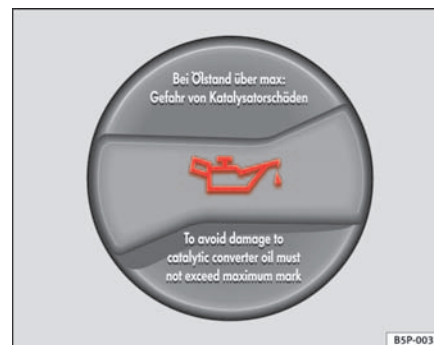

Fig. 162 Tampão da abertura de enchimento do óleo do motor no compartimento do motor
- Desenroscar o tampão do bocal de enchimento do óleo ⇒ fig. 162.